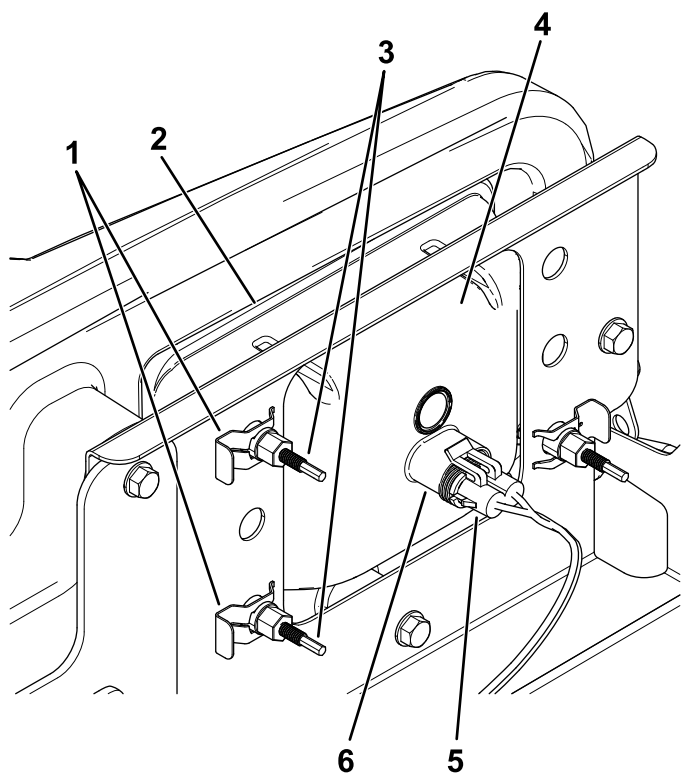

Figura 47
3. Desconecte el conector eléctrico del arnés de cables del conector del conjunto de la luz (Figura 47).
- Retire los conectores rápidos que sujetan el faro al soporte del faro (Figura 47).
- Retire el conjunto del faro desplazándolo hacia adelante y pasándolo por el hueco del parachoques delantero (Figura 47).
- Introduzca el faro nuevo a través del hueco del parachoques (Figura 47).
- Sujete el conjunto del faro con los conectores rápidos que se retiraron en el paso (4).
- Conecte el conector eléctrico del arnés de cables al conector del conjunto de la luz (Figura 47).
- En la parte trasera del faro, gire los tornillos de ajuste (Figura 47) para pivotar el conjunto y ajustar de la posición del haz de luz.